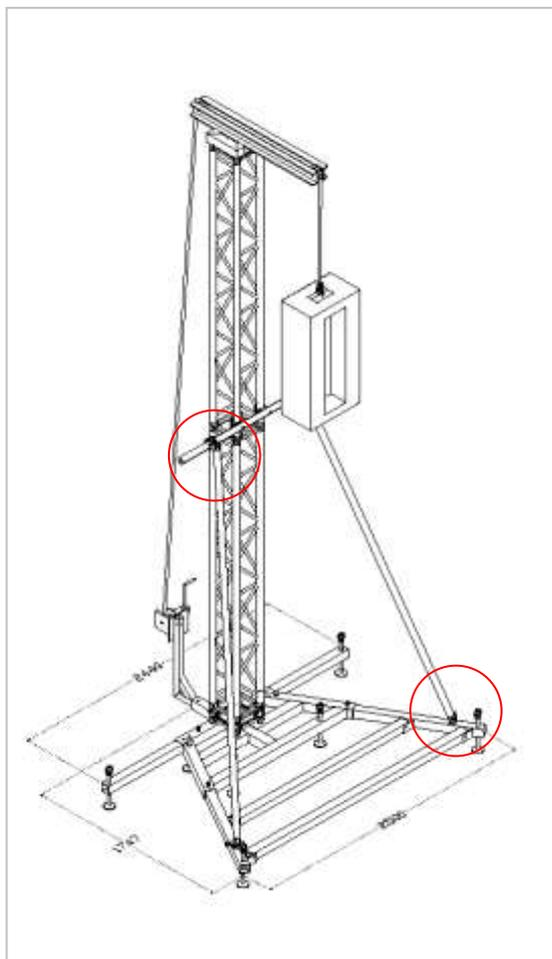

Fig. 8
- 7) Avvenuta la messa in elevazione si procede alla stabilizzazione della trave tramite il posizionamento di n° 2 bracci di controvento (BCV/200). (Fig 8)
- Di seguito vengono riportati graficamente i particolari di innesto dei bracci (fig 8 a - fig. 8 b)
Fig. 8 a
Fig. 8 b